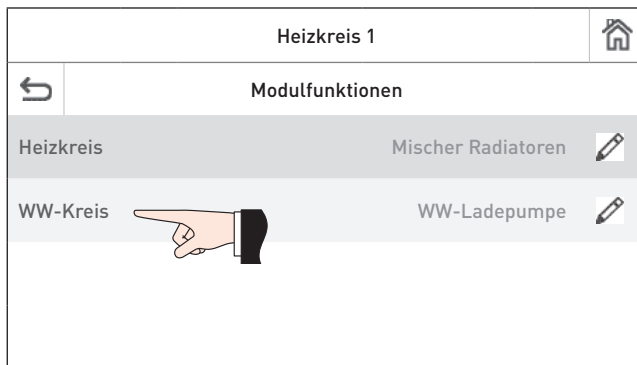
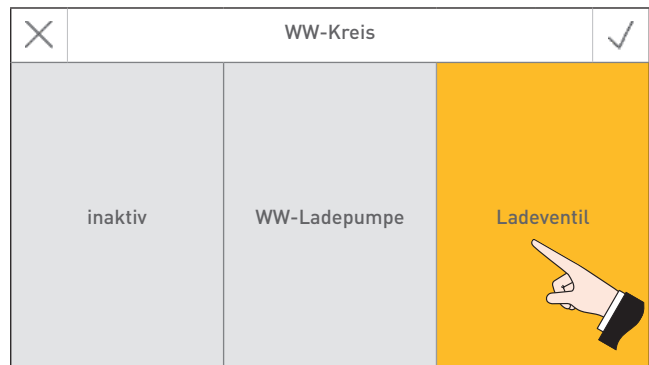

Fig. 26
Fig.27
- Am InfoWINTouch in der Serviceebene beim Funktionsmodul Heizkreis im Menüpunkt „Serviceebene“ → „Modulfunktionen“ den WW-Kreis (Fig.26) auf „Ladeventil“ stellen – Fig.27.